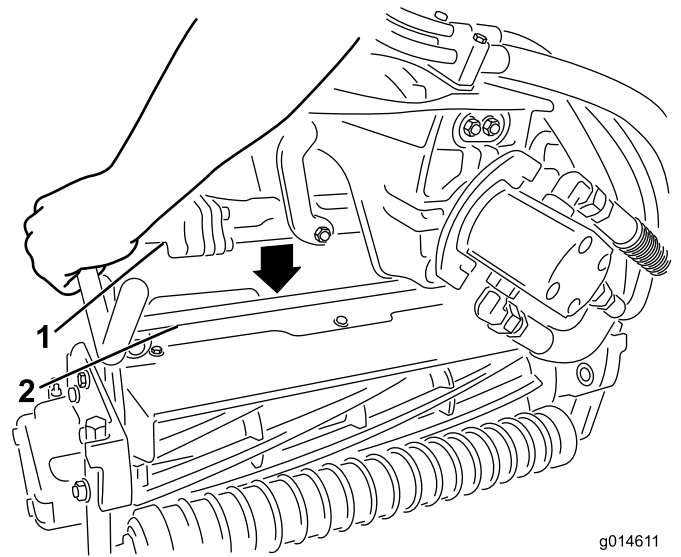
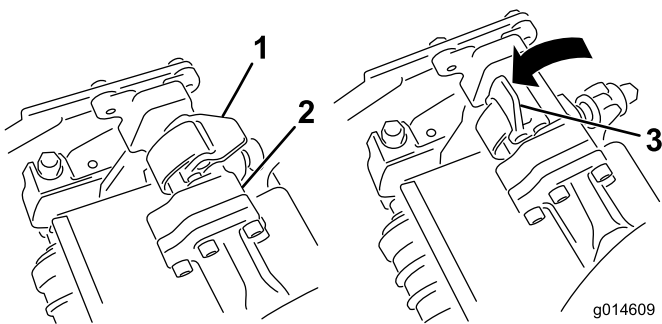

Bild 37
Bild 36
4. Die Riegel an der Aufhängearmstange müssen nach oben zeigen (d. h. offen) (Bild 36); drücken Sie den Aufhängearm dann so nach unten, dass die Stange über die Stange an der Oberseite des Mähwerks passt (Bild 37).
5. Drücken Sie die Riegel nach unten und um die Mähwerkstange und arretieren sie (Bild 36).
5. Öffnen Sie die Riegel an der Aufhängearmstange des Mähwerks, das Sie entfernen möchten (Bild 36).